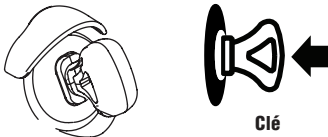

Figure 6
1. Le cas échéant, insérez la clé. (Figure 6).